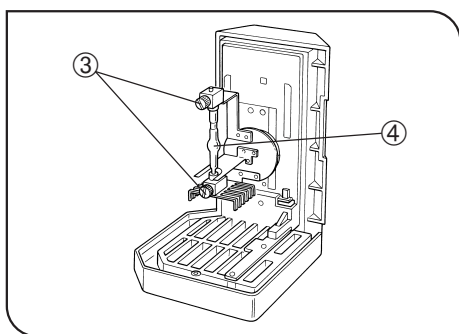

Abb. 19
3. Die Fassung umdrehen, wie in Abb. 19 gezeigt.